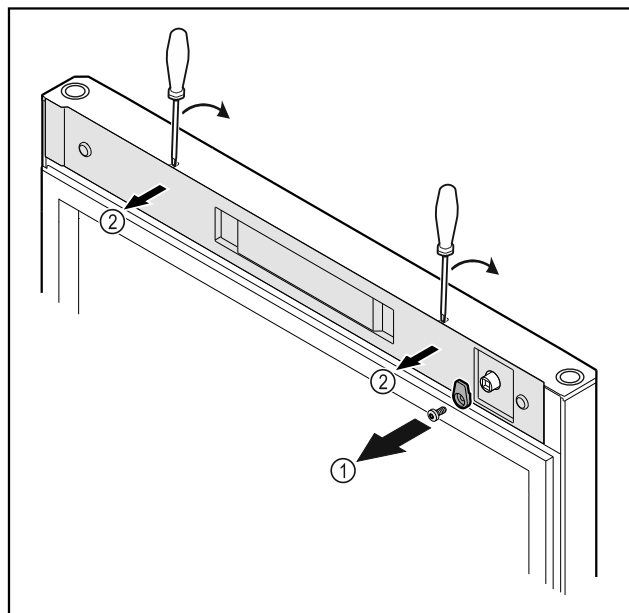

Fig. 20
- ▶ Відкрити запірний гачок Fig. 20 (1).
- ▶ За допомогою малої викрутки знімати з фіксатора кришку Fig. 20 (2) і видалити.